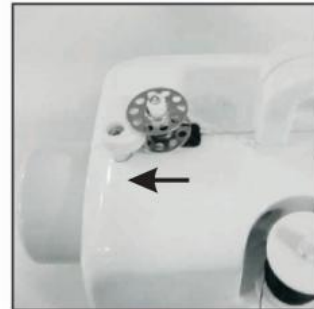

Fig. 13
3. Spule auf den Spulerstift setzen und mehrmals den Faden im Uhrzeigersinn um die Spule wickeln (Fig. 13).